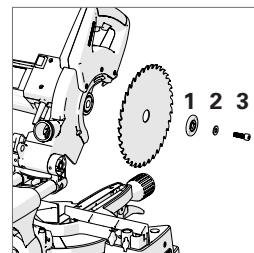

Fig. 20
Installez la bride extérieure (1) (face plate contre la machine), la rondelle (2) et la vis de l'arbre (3). (Fig. 20**)**